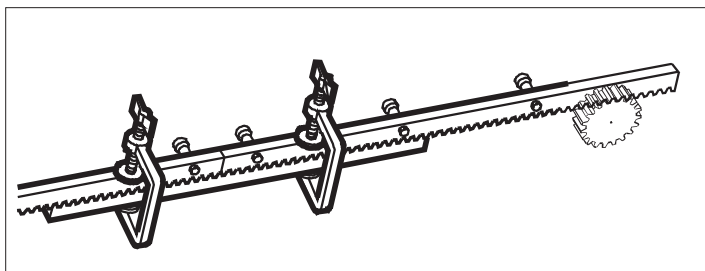

Рисунок 7
1. Используя свободную рейку, выровняйте зубья всех элементов секций (см. рисунок 7).